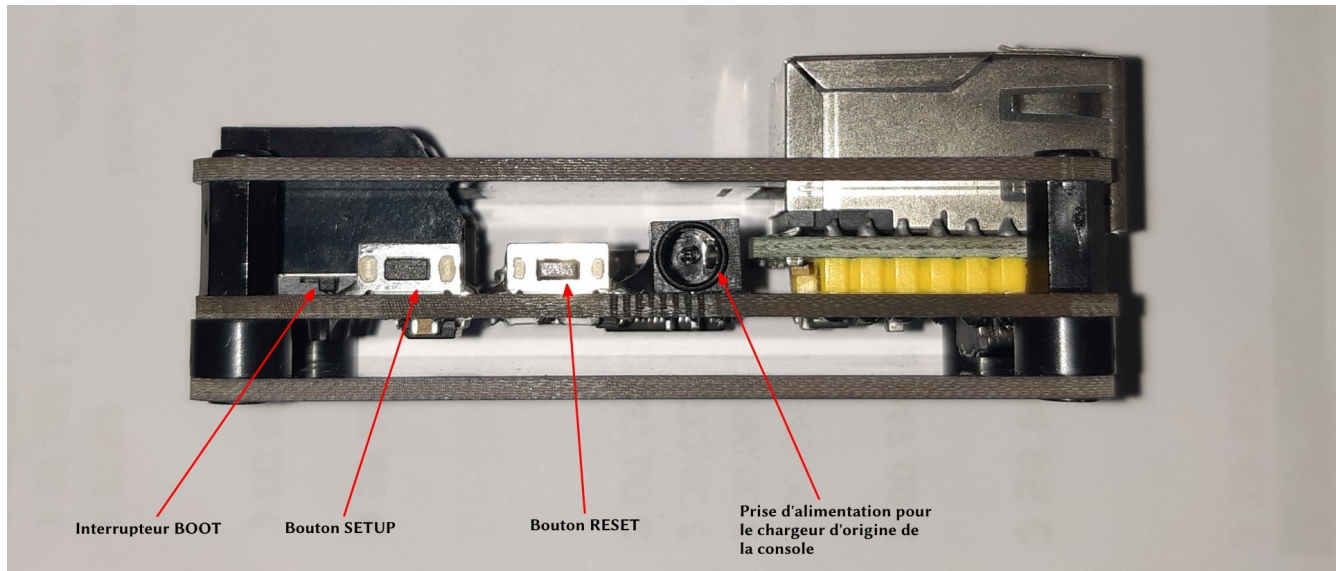

Figure 3 - Vue de profil du module B
**Bouton de réinitialisation** Bien que le Meteo-Pi devrait pouvoir se remettre de n'importe quel incident réseau et se reconnecter automatiquement, un bouton de réinitialisation (voir la figure 3) est prévu pour rétablir la configuration d'usine du datalogger au besoin.